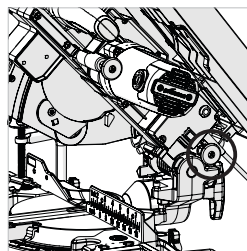

Fig. 17
- Baje la cabeza de corte hasta la posición más inferior. Lleve el gancho de cerrojo de la cabeza de corte en su cavidad. **(Fig. 17)**